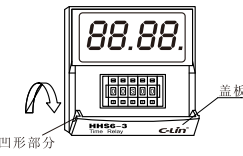

图1
- a) 步骤一: 用手卡住盖板左右两侧的凹形部分, 按图1所示向外拉;